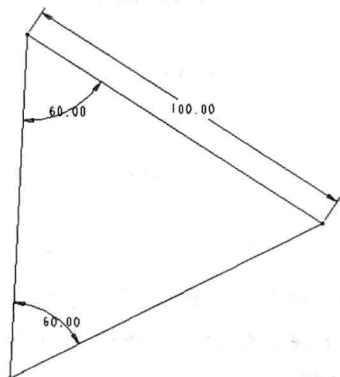

图 1-12 尺寸驱动 3
(4) 修改边长尺寸 9.31mm 到 100.00mm, 回车后得到边长为 100.00mm 的正三角形, 如图 1-12 所示。